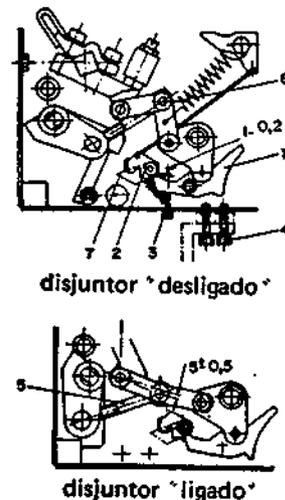

Fig. 1: Mecanismo de travamento disjuntores MEY-RAPID
1.3.2. Mecanismo de Travamento dos Contatos (Fig. 1)